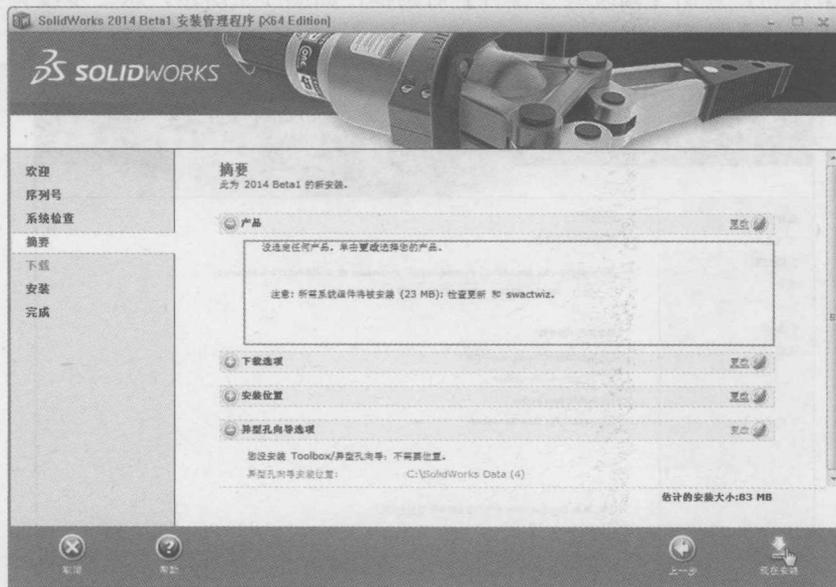
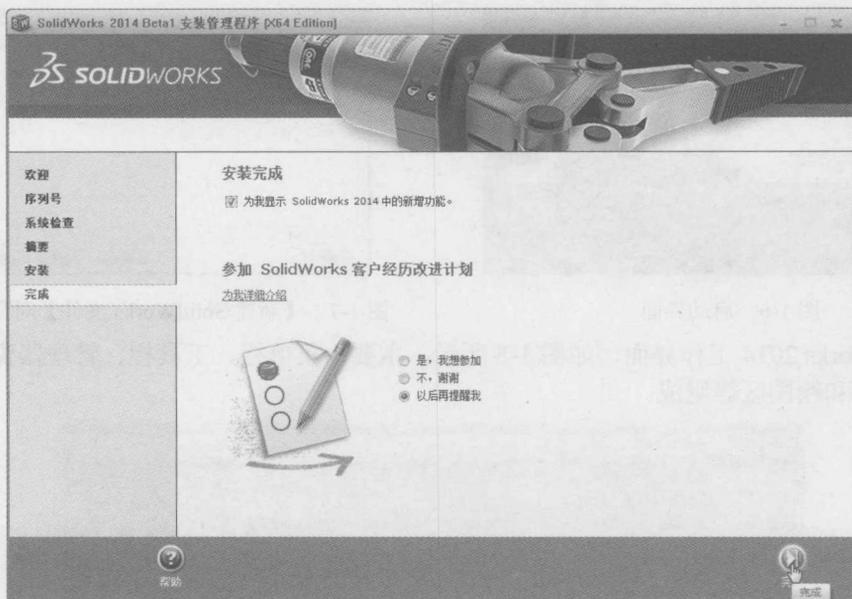

图 1-4 【摘要】对话框
图 1-5 【完成】对话框
Step 04 弹出【摘要】对话框，其主要信息包括产品信息介绍、下载选项、安装位置和 Toolbox/异型孔向导选项。单击【安装位置】选项中的【更改】按钮，在电脑上选择一个软件安装位置后，单击界面右下角的【现在安装】按钮，此时就开始安装软件，如图 1-4 所示。安装的时间较长，要耐心等待，一直到安装完毕后弹出如图 1-5 所示的对话框，单击【完成】按钮，整个软件安装完成。